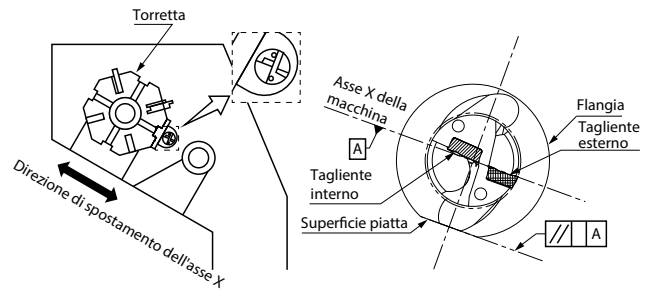
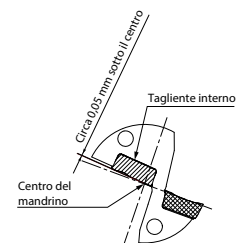

Fig. 1 Installato nel tornio
Fig. 5 Vista anteriore della punta
1. Allineare la scala nella periferia della flangia della boccola verso il centro del raccordo del refrigerante della punta. (Fig. 1)
2. Si consiglia di impostare l'inserto esterno come mostrato in Fig. 1, con l'inserto esterno di fronte all'operatore. (Fig. 1)
Quando si installa l'inserto interno come mostrato in Fig. 1, questo viene impostato circa 0,05 mm al di sotto del centro del mandrino. (Fig. 5)